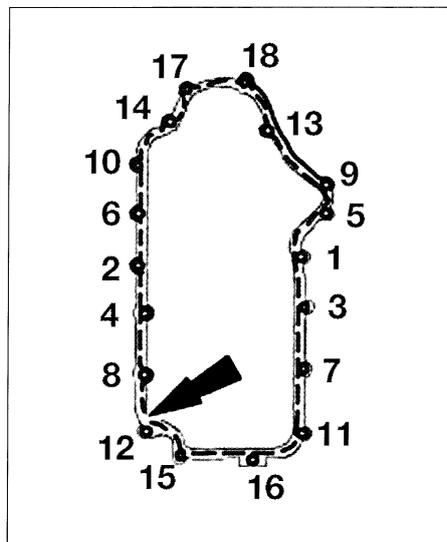

FIG. 51
- Untar con pasta de estanqueidad el plano de junta del cárter intermedio (cordón de 2,5 mm de diámetro) y colocar el cárter inferior en 10 minutos, respetando el orden de apriete prescrito (fig. 51).